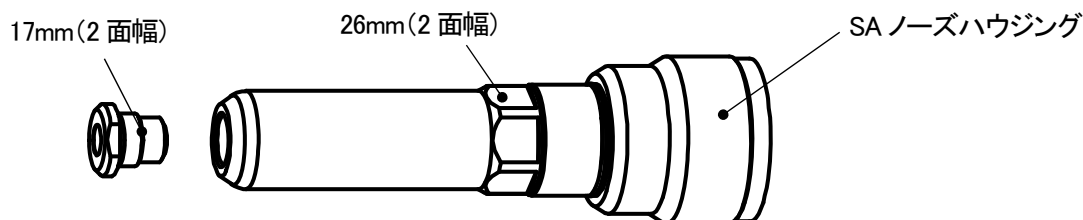

図 7-6
- ①7-1①②の要領で SA ノーズハウジングをツール本体より取り外してください。
- ②26mm と 17mm のスパナでノーズピースをノーズハウジングより取り外してください。(図 7-6)